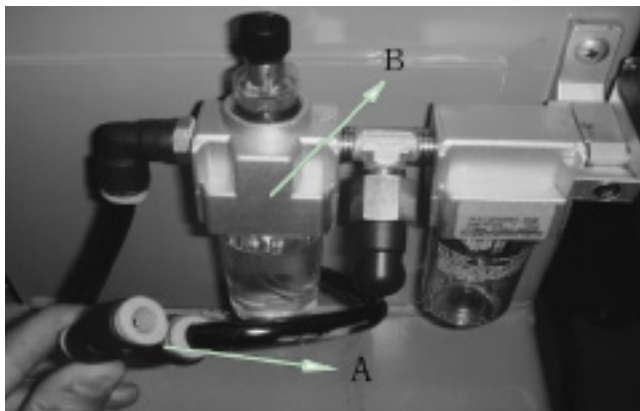

Рис. 7-5
6.1.6 Подсоедините шланг источника воздуха (рис. 7-5А) и используйте Y-тройник для соединения отводящего шланга, а другой конец соедините с входным отверстием вспомогательного клапана регулировки давления.